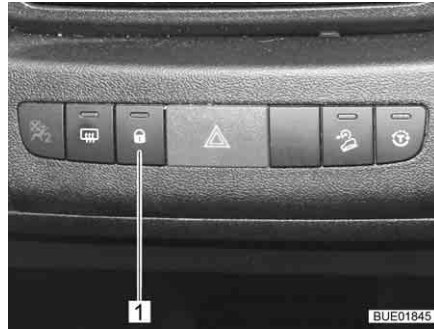

Bild 59 Knapp centrallås (Elegance)
**Låsa upp:** ■ Tryck ner knapp (Bild 59,1). Dörrlåsen är upplåsta.
**Låsa:** ■ Tryck ner knapp (Bild 59,1). Dörrlåsen är låsta. Kontrollampan på knappen lyser.